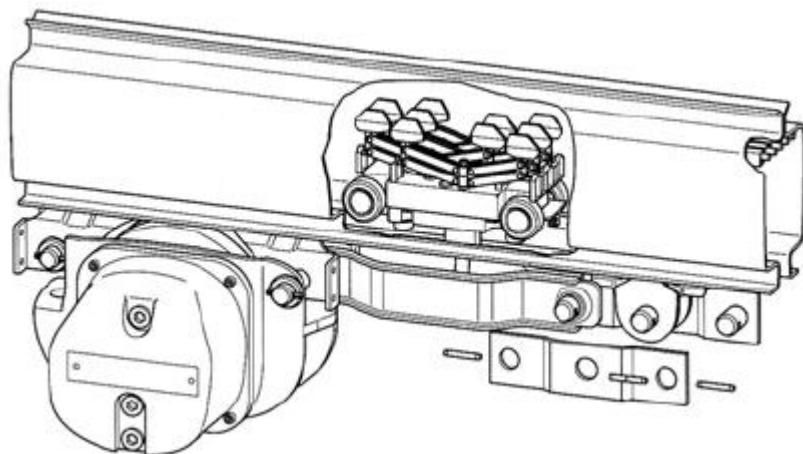

图 12
- 集电器小车应始终位于 2 个运行小车之间或长小车两车轮之间。这样可防止它与其他小车或端部缓冲器相撞。在将集电器小车放入轨道中时，应确保相线 L1、L2 和 L3 正确连接。当和双梁小车架一起使用时，集电器小车可以安装在小车架前后车轮之间。（见图 12）